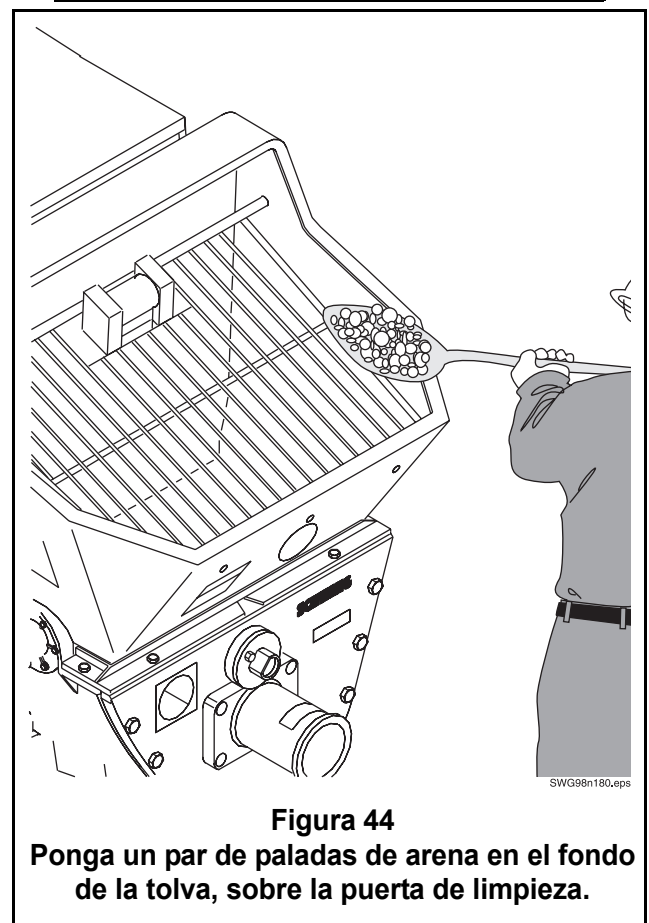

Figura 44
- Ponga dos paladas llenas de arena o tierra en el fondo del alojamiento de la válvula oscilante, arriba de la puerta de limpieza. Esto evitará que el concreto llene el área de la puerta y que fragüe durante el curso del día. (Figura 44).